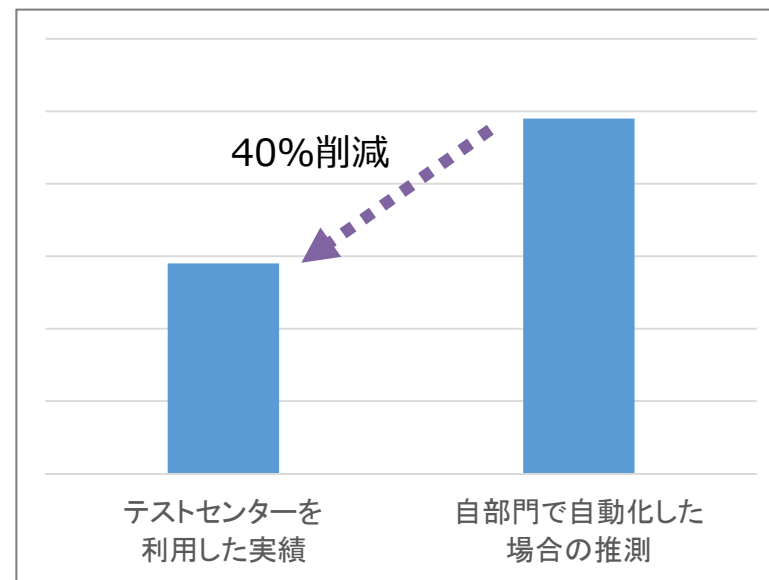

図2 初期導入コストの評価
- テストセンターの利用により初期導入コストを40%削減（図2）